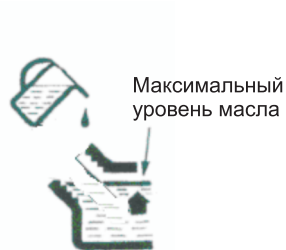

Рис. 22
5. Проверьте уровень масла по контрольной шкале щупа (Рис. 22).
После отвинчивания резьбовой пробки маслозаливного отверстия вставить в него щуп для измерения уровня масла, не вворачивая его. Уровень масла должен находиться между верхней и нижней отметкой щупа. В случае необходимости долить масло (рис. 22).